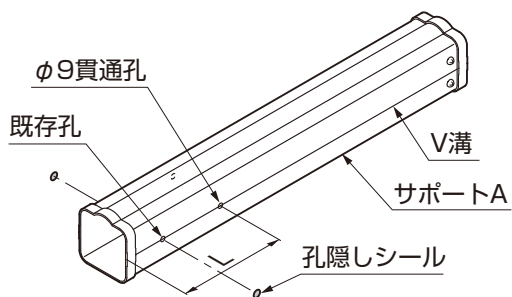

図5-2
- ① サポートBを抜いてからサポートAの両側面の端部からLの位置に両側からφ9の貫通孔をあけてください。
- ② 既存の孔に孔隠しシールを貼ってください。(図5-2参照)